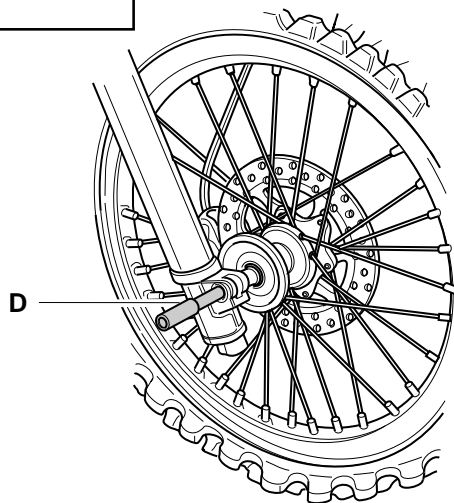

Fig. 30
4. Estrarre il perno "D" (Fig.30) della ruota.
4. Extract the wheel pin "D" (Fig.30)
4. Dann des Rad "D" (Abb.30) entfernen
4. Retirez le pivot "D" (Fig.30) de la roue.